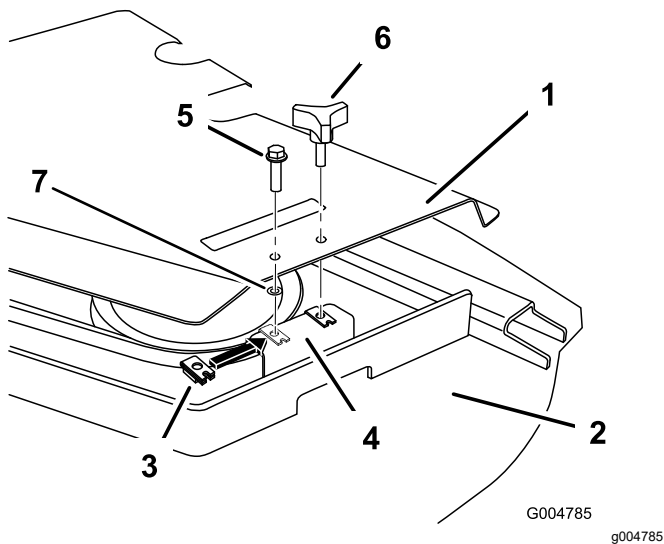

図 8
3. デッキのブラケットの前側の穴にリテーナナットを取り付ける 図 8。
4. ベルトカバーを取り付けるボルト5/16 x 1¼"1本とプッシュナット5/16"を使用して 図 8のように取り付ける。